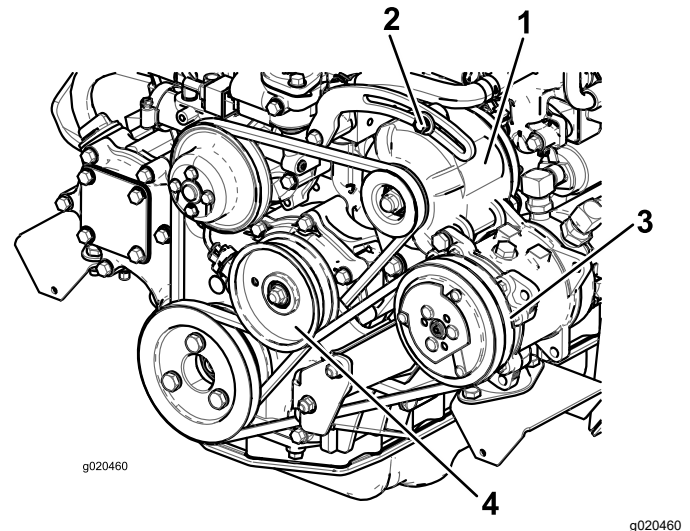

Figura 79
Si la desviación no es de 10 mm, afloje los pernos de montaje del alternador (Figura 79).
2. Si la desviación no es de 10 mm, afloje el perno de montaje de la polea tensora (**Figura 79**).